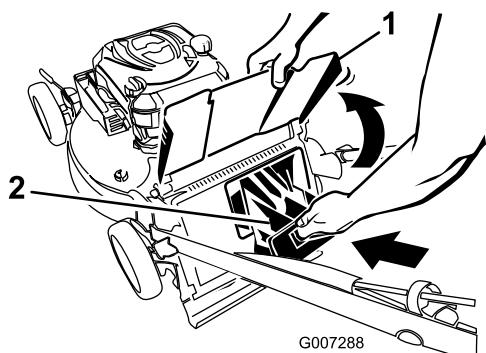

Figure 24
- Installez l'obturateur d'éjection arrière (Figure 24).